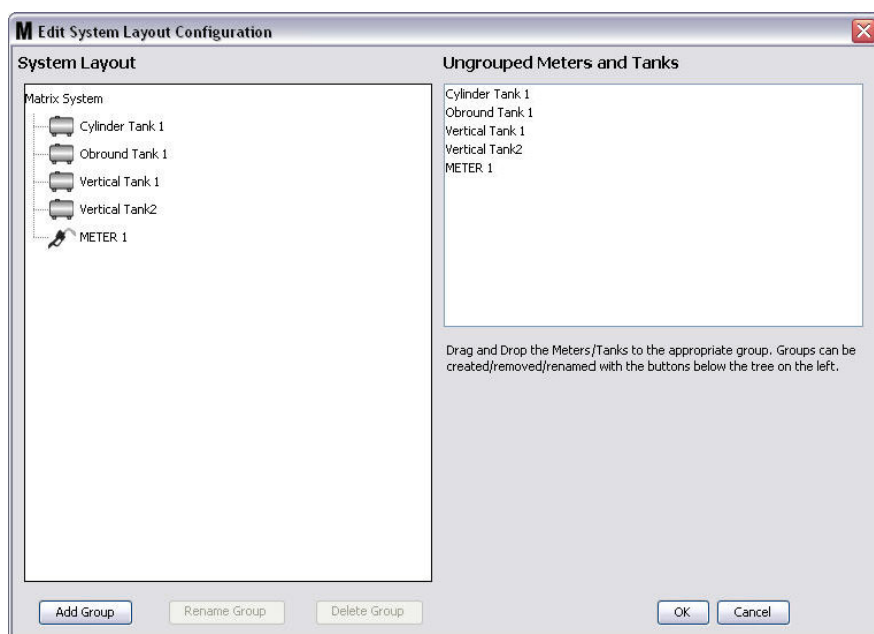

Рис. 92
3. Появится окно «Edit System Layout Configuration» [Изменить конфигурацию схемы системы] (Рис. 92).
4. Нажмите кнопку «Add Group» [Добавить группу] (Рис. 92), чтобы создать новую группу оборудования.